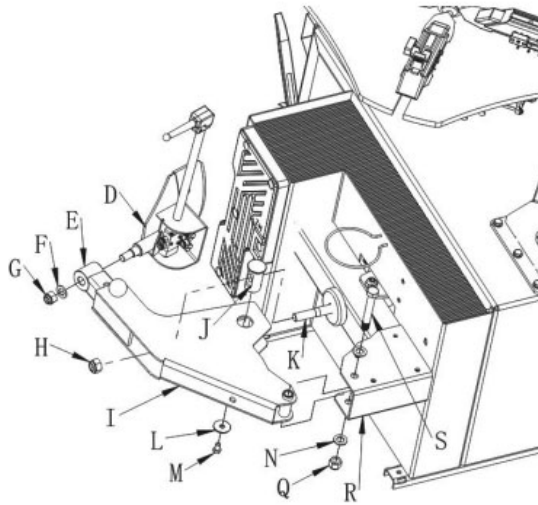

Abb.11
- a. Installieren Sie den Arm I in den festen Sitz R mit der M16-Schraube S, der Unterlegscheibe N, der M16-Schraube Q und befestigen Sie ihn wie in Abb.11.
- b. Installieren Sie den Zylinderstift, führen Sie den Stift J in das Loch von I ein, lassen Sie die Stange K in J gleiten, befestigen Sie sie mit der M18-Schraube H, und installieren Sie die Unterlegscheibe L und die Schraube M M10*16 wie in Abb.11.
- c. Installieren Sie die Schaufel wie in Abb.11, verbinden Sie die Schaufel D mit E, befestigen Sie sie mit der Unterlegscheibe F und der Schraube M16 G, und stellen Sie sicher, dass die Schaufel D nach der Installation geschwenkt werden kann.